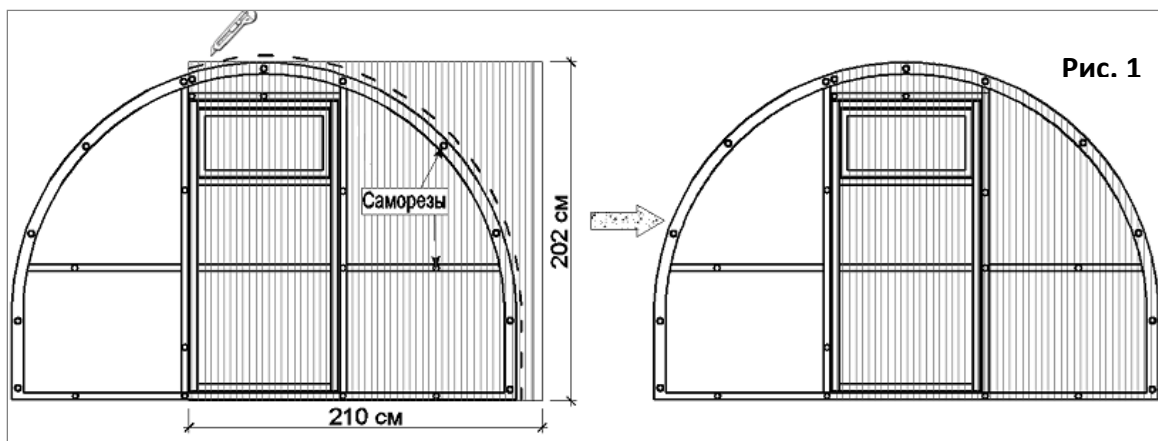

Рис. 1
5.1.2. Наложите одну из частей поликарбоната (202×210 см) на торец как показано на рис. 1. Соты поликарбоната должны располагаться по вертикали. Выровняйте его со всех сторон и закрепите саморезами по деталям торца, согласно просверленным отверстиям. Обрежьте поликарбонат ровно по дуге.